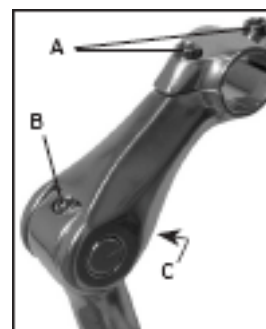

Figure 12 - Potence à plongeur à élévation ajustable
- À plongeur (figure 12)
hauteur de la potence à élévation ajustable (figure 12), modifiez l'angle de la potence, ce qui donne accès à l'expandeur.
1. Desserrez le boulon de réglage de l'angle (figure 12) jusqu'à ce que l'angle de la potence puisse être modifié.